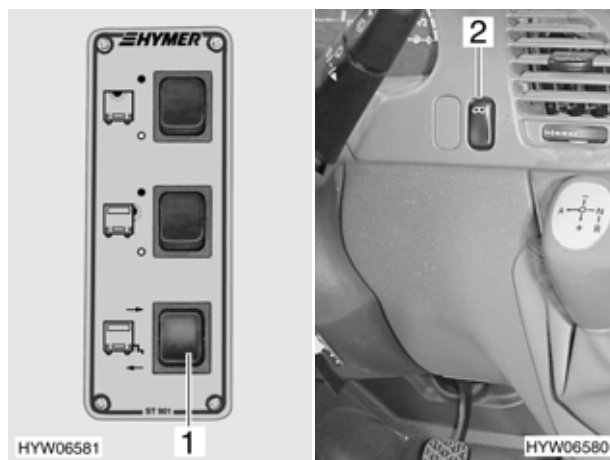

Fig. 1 Interruttore a bilico dello scalino di ingresso
- Per inserire lo scalino premere in basso (←) l'interruttore a bilico (Fig. 1,1) che è posto nella zona d'ingresso.
Sul cruscotto è posto un interruttore a bilico supplementare (Fig. 1,2) che serve per il comando dello scalino di ingresso.